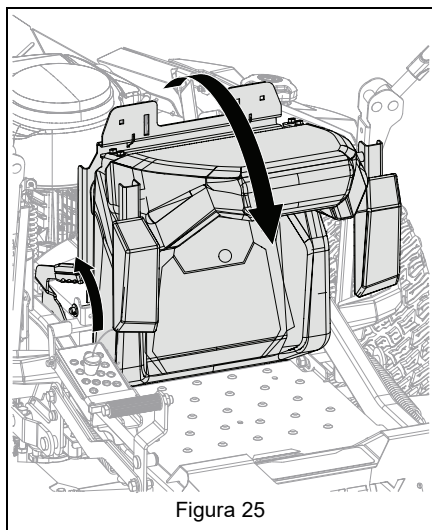

Figura 25
7. Inclinar el asiento hacia adelante. Consulte Figura 25.